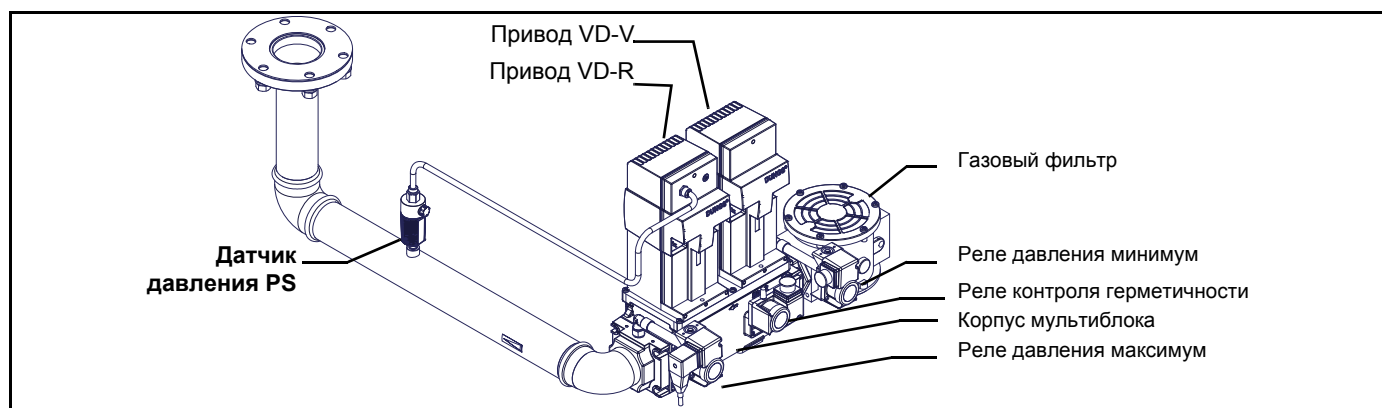

Рис. 2 - Пример газовой рампы
ВНИМАНИЕ: после монтажа газовой ramпы согласно схеме на Рис. 2, необходимо провести тестирование на герметичность газового контура, согласно требований действующих нормативов.
- 1 - б) при фланцевых соединениях: между соседними компонентами устанавливать прокладку (1A..1E - Рис. 2), совместимую с используемым газом,
ВНИМАНИЕ: после монтажа газовой рампы согласно схеме на Рис. 2, необходимо провести тестирование на герметичность газового контура, согласно требований действующих нормативов.